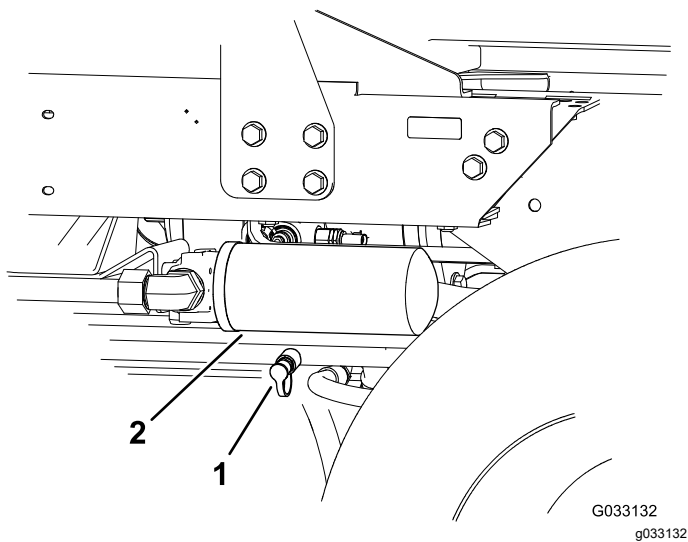

Figure 63
2. Branchez un flexible hydraulique entre le raccord de diagnostic monté dans le collecteur de déplacement arrière et la prise d'essai de pression de déplacement en marche arrière (Figure 63).